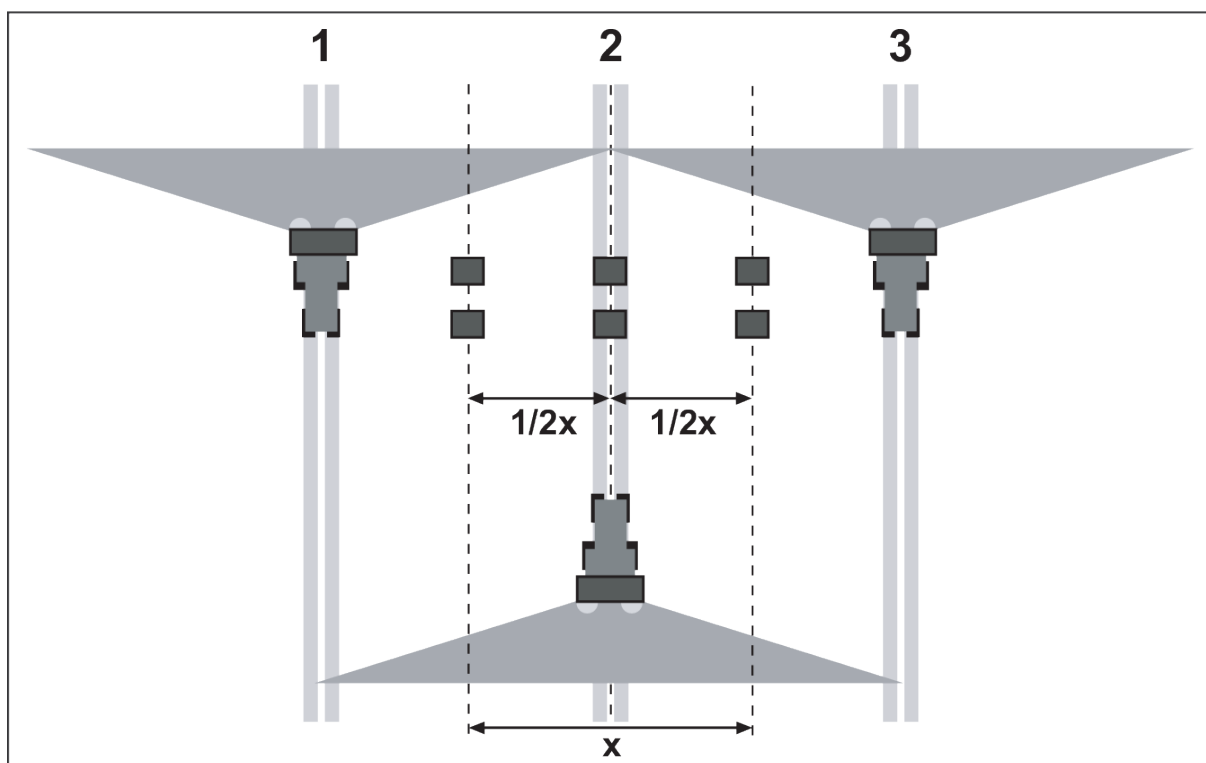

Fig. 33: Oppstilling for tre passeringer
- ▶ Sett opp to fangskåler i en avstand på **1 m** etter hverandre i overlappingssonene og i den midterste kjørebane (iht. Fig. 33).